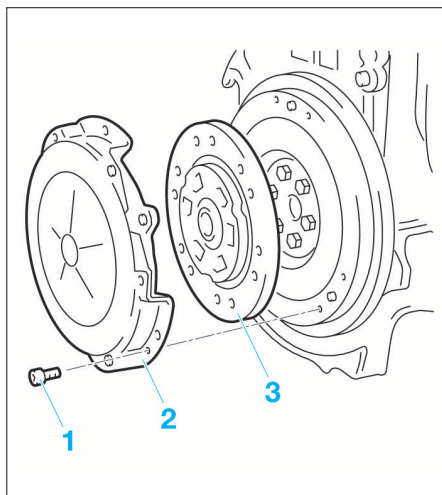

FIG. 1
- Déposer (Fig.1) :
- les vis (1)
- le mécanisme d'embrayage (2)
- le disque d'embrayage (3).